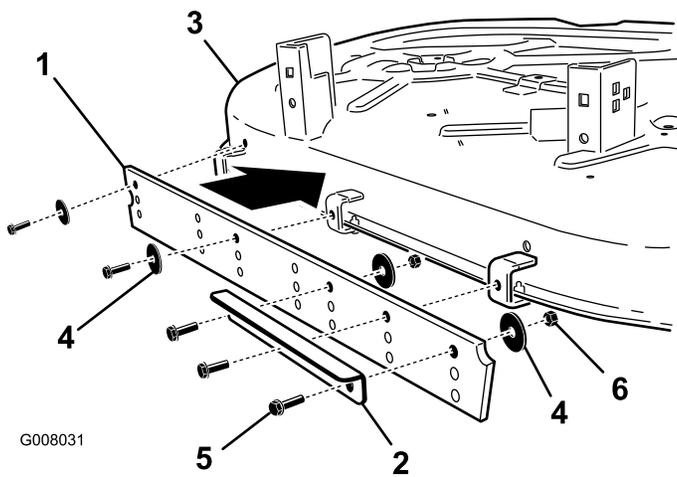

Bild 4
5. Montieren Sie die Stabilisierungsplatte an der in Bild 4 gezeigten Stelle am Abstreifer, mit Hilfe von 2 Schrauben (1/4 x 3/4 inch), zwei Scheiben und zwei Sicherungsmuttern (1/4 Zoll).